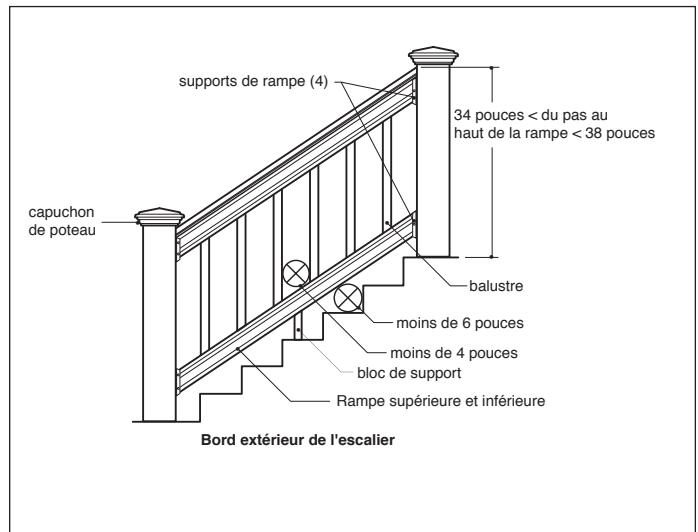

fig. 1
Planification de votre projet : La rampe d'escalier a été conçue pour convenir à des escaliers qui mesurent 25,40 cm (10 po) de giron et 17,15 cm (6¾ po) de hauteur de marche, ce qui crée un angle de 34 degrés. Consultez les codes locaux du bâtiment avant d'entamer votre projet. Une balle de 15,24 cm (6 po) ne doit pas passer à travers le triangle formé par la rampe inférieure, le pas et la contremarche. Les rampes doivent mesurer, en général, au moins 86,36 cm (34 po) et au plus 96,52 cm (38 po) entre le pas et le haut de la rampe (**fig. 1**).
Étape 6 : Serrez fermement le bloc de support au centre de la rampe inférieure sur la surface de plâtrage pour les travées plus grandes que 91,5 cm (3 pi) (**fig. 1**).